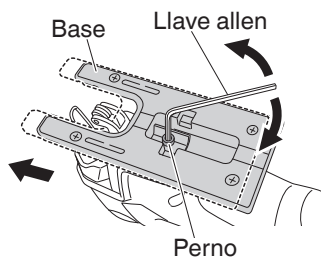

Fig. 12
- (1) Afloje el perno de base con la llave allen provista en la base. (Fig. 12)
- (2) Mueva la base completamente hacia adelante, y vuelva a apretar el perno de la base. (Fig. 12)
(1) Afloje el perno de base con la llave allen provista en la base y mueva la base completamente hacia adelante. (Fig. 12)
(3) Apriete de nuevo el perno M5. (Fig. 12)
(4) Ajuste la posición orbital a "0".
- (1) Retire la llave allen de la base.
- (2) Mueva la base completamente hacia adelante. (Figs. 12)